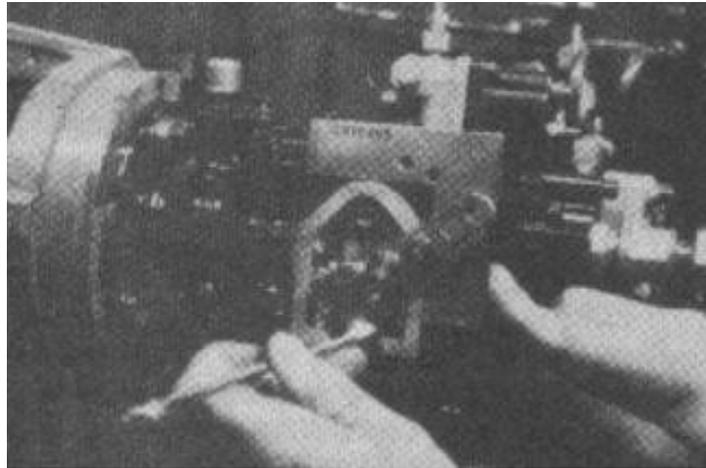

FIGURA 2.27 VERIFICACIÓN DE LA POSICIÓN DEL ESTRANGULADOR
21. Revisar la posición de la palanca del estrangulador, utilizando un transportador de ajuste del mismo (figura 2.27). Cuando el estrangulador se encuentra en la posición de marcha en vacío (totalmente hacia atrás), la línea central de su palanca deberá quedar alineada entre los dos orificios de marcha en vacío practicados en el transportador.